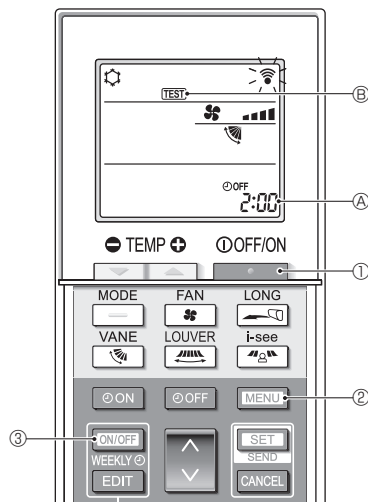

Fig. 7-5
7.2.2. Al usar el controlador remoto inalámbrico (Fig. 7-5)
- Pulse el botón ① para detener el acondicionador de aire.
- Si el temporizador semanal está activado (se muestra **WEEKLY**), pulse el botón ③ para desactivarlo (no se muestra **WEEKLY**).
- Pulse el botón ② durante 5 segundos.
- Pulse el botón ②.
- Se muestra **TEST** ④ y la unidad entra en el modo de prueba de funcionamiento.